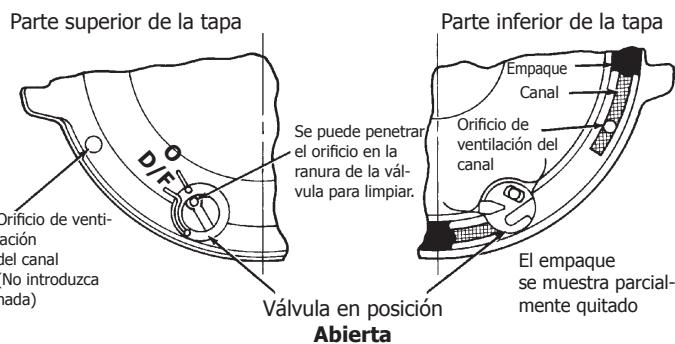

Figura 2 – Modo con orificio de ventilación abierto
**Modo con orificio de ventilación abierto "O"** - Para funcionar en el modo con orificio de ventilación abierto, gire la válvula con un desarmador o con una moneda de manera que el orificio en la ranura de la válvula quede alineado con el "O" en la tapa. Ver Figura 2.